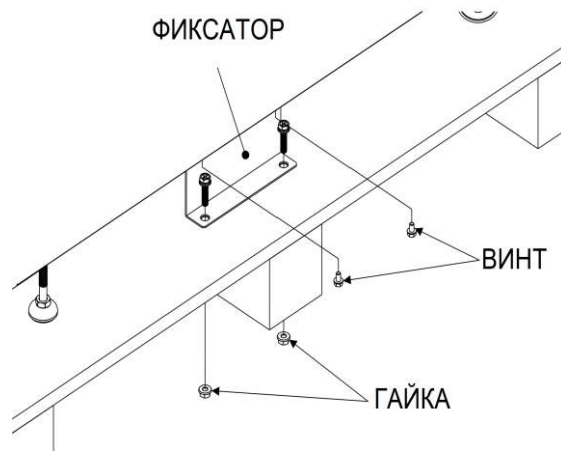

Рисунок 2-3
3. Снимите 2 фиксатора и ослабьте ножки, повернув их против часовой стрелки. Затем снимите корпус с поддона. См. рис. 2-3.